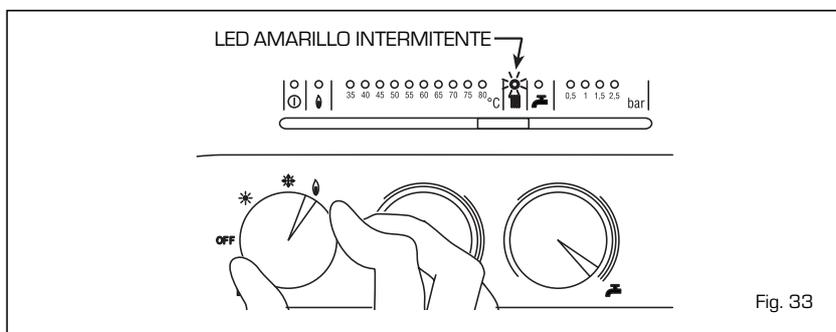

Fig. 33
Para efectuar la verificación de la caldera girar el selector en la posición (I) hasta que el led amarillo (III) no inicia a relampaguear (fig. 33). Desde este momento la caldera iniciara a funcionar a la máxima potencia (22.000 kcal/h) con apagado a 80°C y reencendido a 70°C. **Antes de activar la función deshollinador asegurarse que las válvulas del radiador o eventuales válvulas de zona sean abiertas.** La prueba puede ser también efectuada en funcionamiento sanitario.